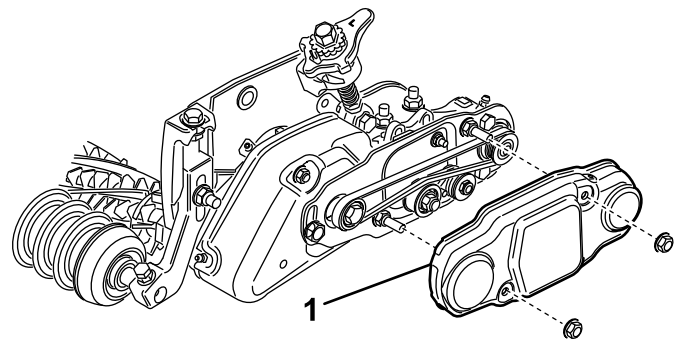

Bild 34
26. Schieben Sie die Riemenabdeckung auf die Befestigungsschrauben und befestigen Sie diese mit zwei Bundmuttern (Bild 34).